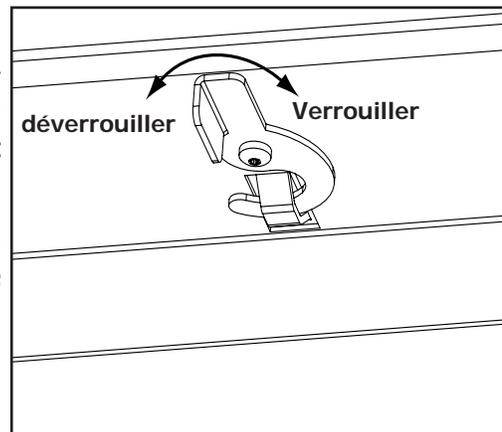
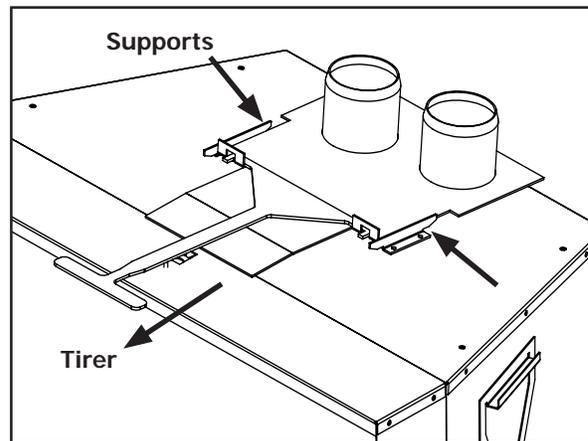

Figure 34: Loquet du collier
Figure 35: Outil de Collier
10. Si l'ouverture de l'unité est inférieure à 24" (610 mm), retirer le collier d'aération de la partie supérieure de l'unité en déverrouillant le crochet situé sur le centre haut de la poêle au-dessus de l'ouverture de porte (voir la Figure 34). Faites glisser la bague arrière de la plaque. Sécuriser correctement le collier d'aération au tuyau de ventilation flexible précédemment installé dans la cheminée. Faites attention à ne pas trop étirer les tuyaux.
11. Appliquer un cordon de pâte à joint ciment cuisinière la section supérieure des collier de tuyeau Ø3" (76mm). Faites glisser le Ø3" (76mm) au cours de l'évent flex sur le collier de serrage du tuyau et le fixer avec trois (3) vis à tôle espacées uniformément.
12. Placer un cordon de silicone haute température sur le collier de l'admission d'une cheminée, faites glisser le Ø3" (76mm) d'admission sur le liner flex collier, fixer la gaine flexible avec trois (3) vis à tôle espacées uniformément.
14. Lorsque vous poussez l'appareil dans sa position finale dans le foyer, si le collier d'évent a été retiré, replacer le sur la poêle en le tirant dans les supports sur le dessus avec l'outil fourni et le verrouiller en place (voir Figure 35).